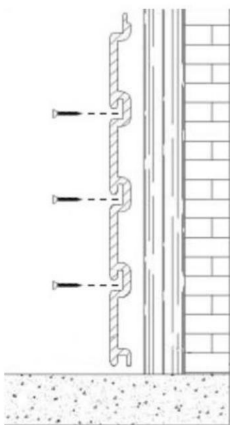
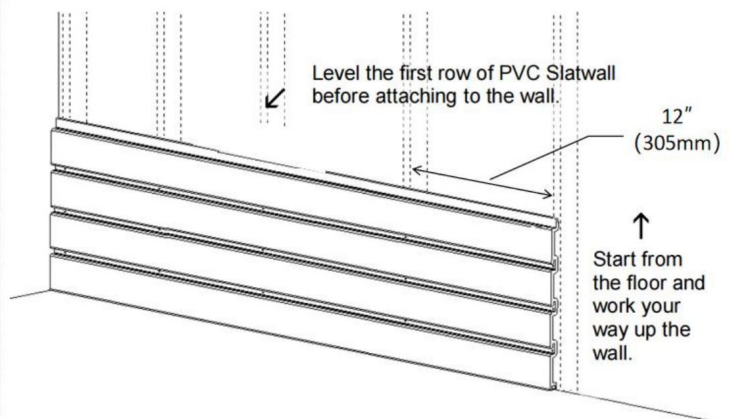

Abbildung 2
Abbildung 3
2. Es wird empfohlen, die Holzleisten in Abständen von 12 Zoll (305 mm) an der Wand anzubringen. Setzen Sie dann Schrauben in die Schlitzes der Wandpaneele ein, wie in Abbildung 2 und Abbildung 3 gezeigt. Achten Sie darauf, die Lamellenwand auszurichten, bevor Sie sie in die Holzpfosten schrauben. Schrauben Sie die Lamellenwandplatte fest. Das empfohlene Drehmoment einer elektrischen Bohrmaschine beträgt 18–38 NM.